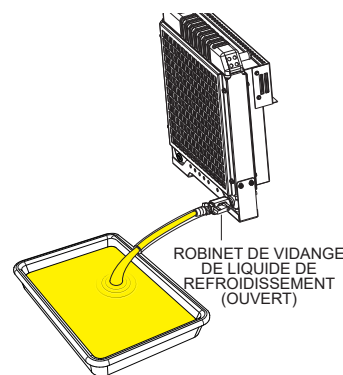

Figure 69. Vidange du liquide de refroidissement du moteur
2. Placez la **vanne de vidange du liquide de refroidissement** en position **OUVERTE** (Figure 69) et laissez le liquide de refroidissement s'écouler dans un récipient approprié.